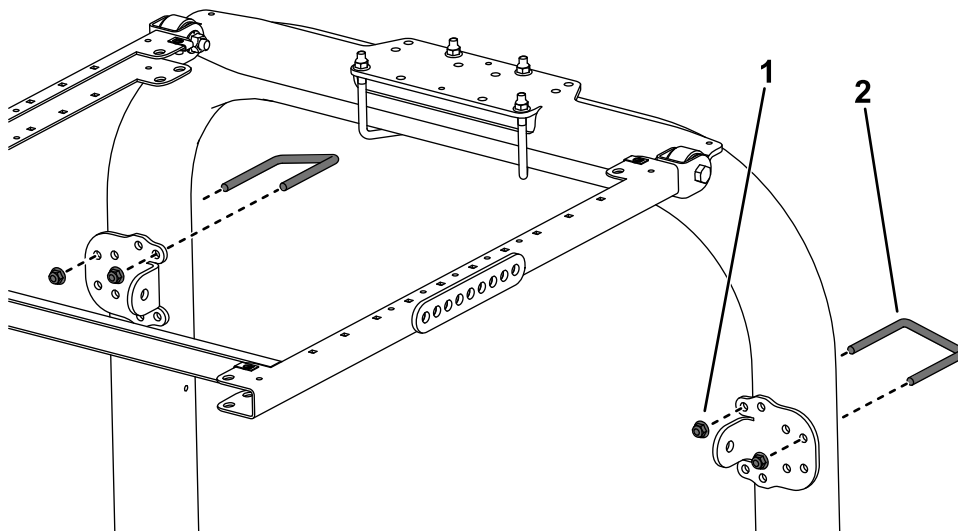

Рисунок 4
4. Используя монтажные отверстия, показанные на рис. Рисунок 4, прикрепите, не затягивая, все кронштейны подпорок к стойкам защитной дуги с помощью U-образного болта (3 $\frac{1}{8}$ x 4 дюймов) и 2 фланцевых гаек.